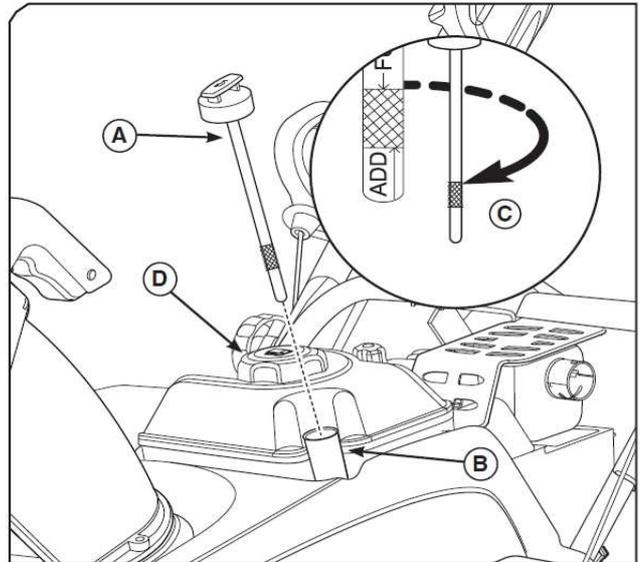

Figure 1
1. 燃料キャップ周辺からごみや汚れを取り除いてから、燃料キャップを取り外してください。(Fig 1 D)